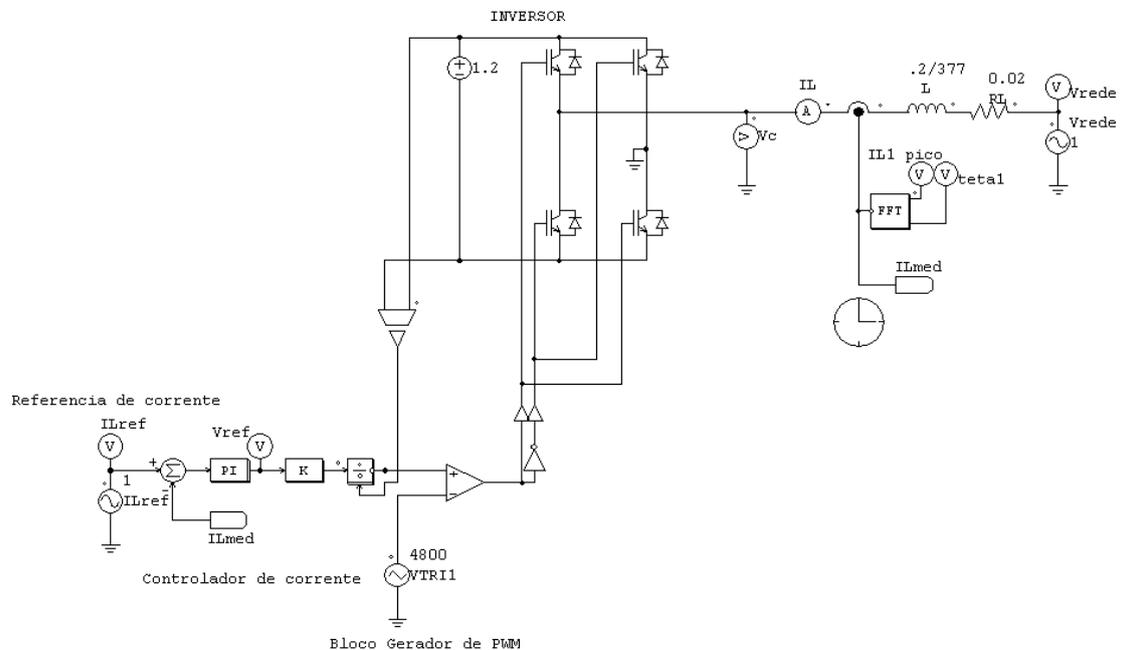

Figura 3 Malha de Corrente de Gerador estático de reativos baseado em inversor PWM
- g. O item anterior mostra que a resposta dinâmica do compensador é muito lenta. Uma solução é a introdução de uma malha de controle da corrente conforme mostrado na figura 3 (arquivo **exp8C-xxx.sch**). Uma referência de corrente " $i_{Lref}(t)$ " correspondente à corrente desejada (capacitiva ou indutiva) é comparada com a corrente medida " $i_{Lmed}(t)$ ", gerando um sinal de erro $e(t)$, que é aplicado a um controlador PI, que gerará o sinal $V_{ref}(t)$, na entrada do PWM, responsável por garantir que o erro de corrente ($e(t) = i_{Lref}(t) - i_{Lmed}(t)$) seja nulo. Com esta solução obtêm-se tempos de resposta da ordem de décimos do período da rede. Utilizando o arquivo **exp8C-xxx.sch** (**fig. 3**) ajuste o controlador PI de modo que a corrente $i_{Lmed}(t)$ siga a referência $i_{Lref}(t)$ com mínimo erro. Comentar o erro de rastreamento e o tempo de resposta. Para o ajuste do PI sugere-se iniciar com $K_p = 0.1$ e constante de tempo de 1s. Aumentar o ganho K_p até o sistema começar a ficar oscilatório, ou instável. Reduzir o valor da constante de tempo até obter valores aceitáveis de erro de amplitude e fase. Plotar em um único gráfico " $i_{Lref}(t)$ " e $i_{Lmed}(t)$.